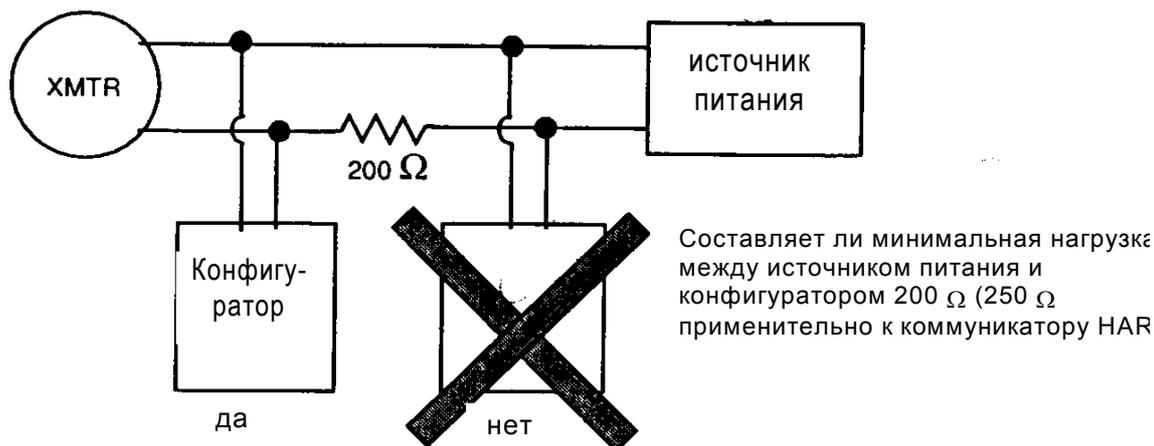

Рисунок 19. Минимальная нагрузка между источником питания и конфигуратором
В системе Foxbogo I/A Series не предусмотрено непосредственное интегрирование *цифрового* выхода HART в систему управления. Двусторонняя связь между преобразователем и системой управления отсутствует, что исключает возможность многоточечной связи. Следовательно, выход 4 ... 20 мА может быть подключен только к аналоговым модулям FBM01 или FBM04. Для обеспечения надлежащей связи с коммунитором HART, модель 275 (Foxbogo, модель HT991), программным обеспечением Foxbogo AB0991 или иным дистанционным конфигуратором на основе HART, между модулем FBM и в точке присоединения дистанционного конфигуратора в контуре необходимо установить нагрузку, составляющую не менее 250 ом (см. Рис. 19). Питание преобразователя поступает через модуль FBM или от дистанционного источника питания.
1. Преобразователь может быть конфигурирован для работы с выходом 4 ... 20 мА с подключением преобразователя к аналоговым модулям FBM01 или FBM04. При такой конфигурации данные измерений передаются в систему посредством сигнала 4 ... 20 мА. Двусторонняя связь между преобразователем и системой управления отсутствует. Для обеспечения надлежащей связи с терминалом ННТ и конфигуратором на основе ПК между модулем FBM и точкой присоединения дистанционного конфигуратора в контуре электропроводки подается нагрузка не менее 200 ом (см. Рис. 19). Питание преобразователя поступает через модуль FMB или от дистанционного источника питания.
При присоединении дистанционных конфигураторов к контуру, в состав которого входит преобразователь с выходом 4...20 мА, важно правильно разместить конфигуратор по отношению к нагрузкам в контуре. На Рис. 19 и 20 показаны ограничения по включению конфигуратора в контур.